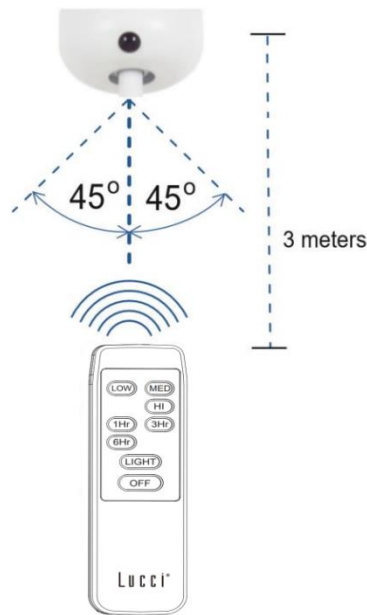

Fig. 11
**Effectieve afstand/locatie voor de IR afstandsbediening (Afb. 11)**